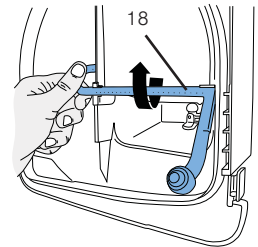

図. 11
- 曲がった部分を持って、リンス管（18）を後方に回転させながら、取り出してください（図11）。